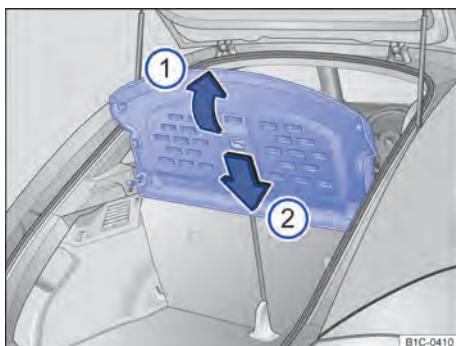

Fig. 89 No compartimento de bagagem: desinstalar e instalar a cobertura do compartimento de bagagem.
- Rebater a cobertura do compartimento de bagagem para cima ⇒ Fig. 89 (seta ①), até que a cobertura do compartimento de bagagem se solte dos suportes laterais.
- Empurrar a cobertura do compartimento de bagagem entre o encosto do banco traseiro e os suportes laterais ⇒ Fig. 89 (seta ②)